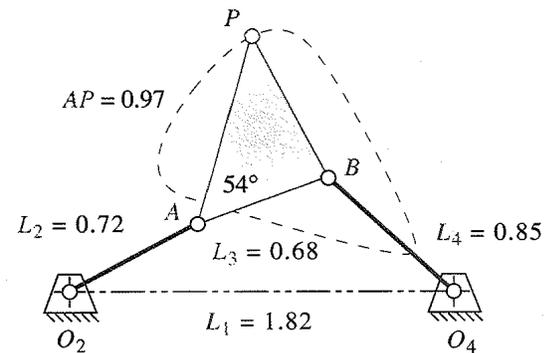

FIGURA P4-15 Problemas 4-29 a 4-30
- *†4-29 Para el mecanismo mostrado en la figura P4-15, encuentre sus posiciones límite (estacionarias) en función del ángulo del eslabón O_2A con respecto a la línea de centros O_2O_4 cuando es impulsado por el eslabón O_2A . En seguida, calcule y grafique el desplazamiento angular de los eslabones 3 y 4 y las coordenadas de la trayectoria del punto P entre esos límites, con respecto al ángulo de la manivela de entrada O_2A a lo largo de su posible rango de movimiento con respecto a la línea de centros O_2O_4 .
- *†4-30 Para el mecanismo mostrado en la figura P4-15, encuentre sus posiciones límite (estacionarias) en función del ángulo del eslabón O_4B con respecto a la línea de centros O_4O_2 cuando es impulsado por el eslabón O_4B . En seguida, calcule y grafique el desplazamiento angular de los eslabones 2 y 3 y las coordenadas de la trayectoria del punto P entre esos límites, con respecto al ángulo de la manivela de entrada O_4B a lo largo de su posible rango de movimiento con respecto a la línea de centros O_4O_2 .